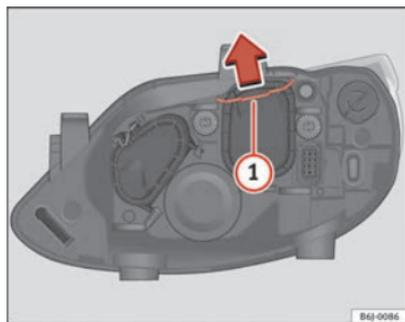

Fig. 151 Médios
- Desloque o tirante ⇒ Fig. 151 ① no sentido da seta e puxe a tampa.